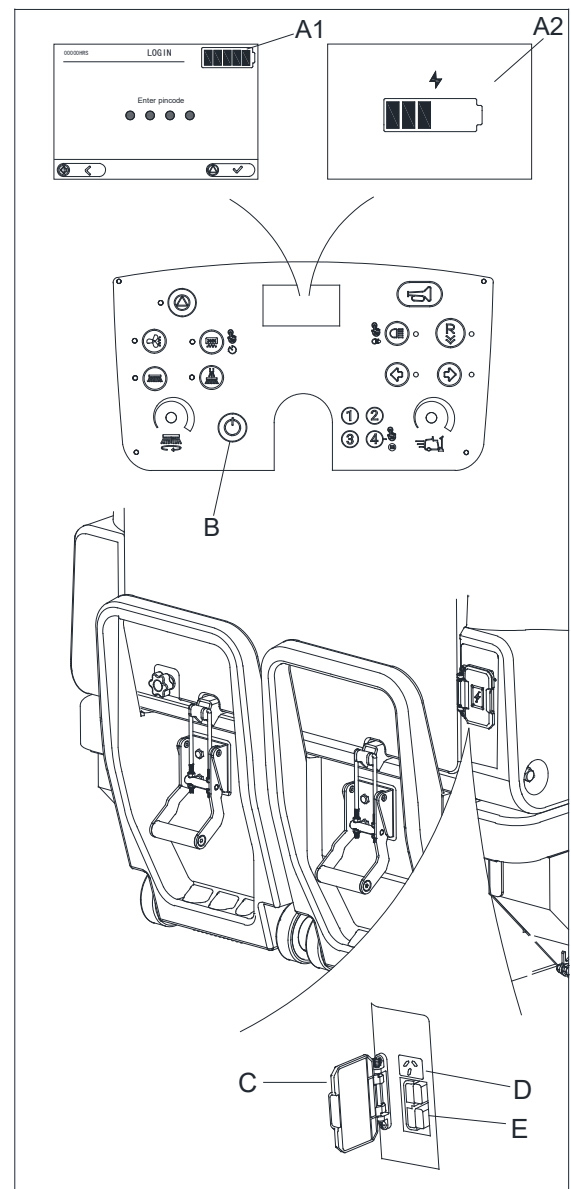

Figura 16
2. Pressione o botão de energia para desligar a máquina (B, Figura 16).
4. Abra a tampa de proteção da porta de carregamento (C, Figura 16). Ligue o conector do carregador externo à porta de carregamento CC da máquina (E, Figura 16). Quando o carregador externo está ligado à máquina, todas as funções da máquina serão excluídas automaticamente.
8. Pressione o botão de alimentação para ligar a máquina (B, Figura 16) e verifique o estado da bateria no visor do painel (A1, Figura 16).
9. Abra a tampa de proteção da porta de carregamento (C, Figura 16). Conecte o cabo de alimentação à porta de carregamento de bordo da máquina (D, Figura 16) e, em seguida, conecte a outra extremidade do cabo de alimentação à tomada.
10. O estado de carregamento da bateria pode ser visualizado no visor LCD (A2, Figura 16).
13. Pressione o botão de alimentação para ligar a máquina (B, Figura 16) e verifique o estado da bateria no visor do painel (A1, Figura 16).
2. Pressione o botão de energia (B, Figura 16) para desligar a energia.